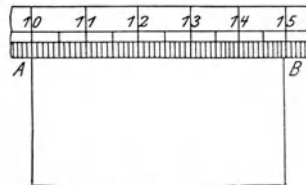

Fig. 2.
e) Lege den Maßstab so an die Kante *a* des Holzklotzes, daß die geteilte Kante des Maßstabes mit dem zu messenden Rande zusammenfällt und der Teilstrich 10 genau über der Ecke *A* (Fig. 2) liegt, und lies ab, welcher Millimeterstrich zwischen *A* und *B* am nächsten bei *B* liegt. Schätze ab, wieviel Zehntel eines Milli-